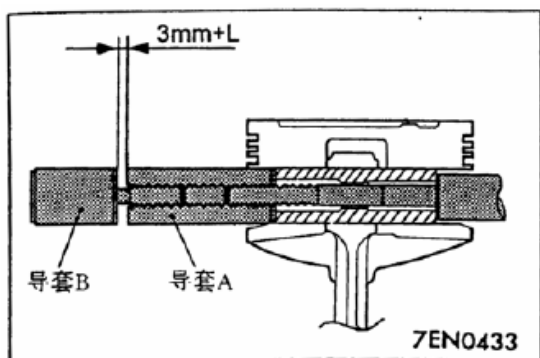

图 3-45
- 将导套 B 拧入导套 A。两个导套之间的间隙为 3mm 加第 2 步计算所得的 L 值(见图 3-45)。